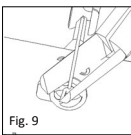

Fig. 9
■ **Fig. 9** Infine con la pinzetta (REF 8000 171) tagliare il gambo vicino alla testa (Fig. 9). Il pin che così viene a formarsi sulla testa faciliterà in seguito il fissaggio dell'innesto tra testa e membrana timpanica e servirà a prevenire una dislocazione postoperatoria. La lunghezza del pin può essere variata, ma deve essere comunque in correlazione con lo spessore dell'impianto previsto.